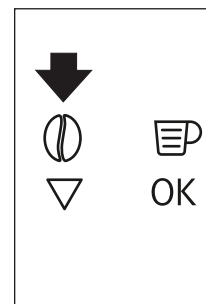

Fig. 15
- ▶ Premere l'icona ☉ (B4) (Fig. 15) e selezionare la funzione caffè pre-macinato.